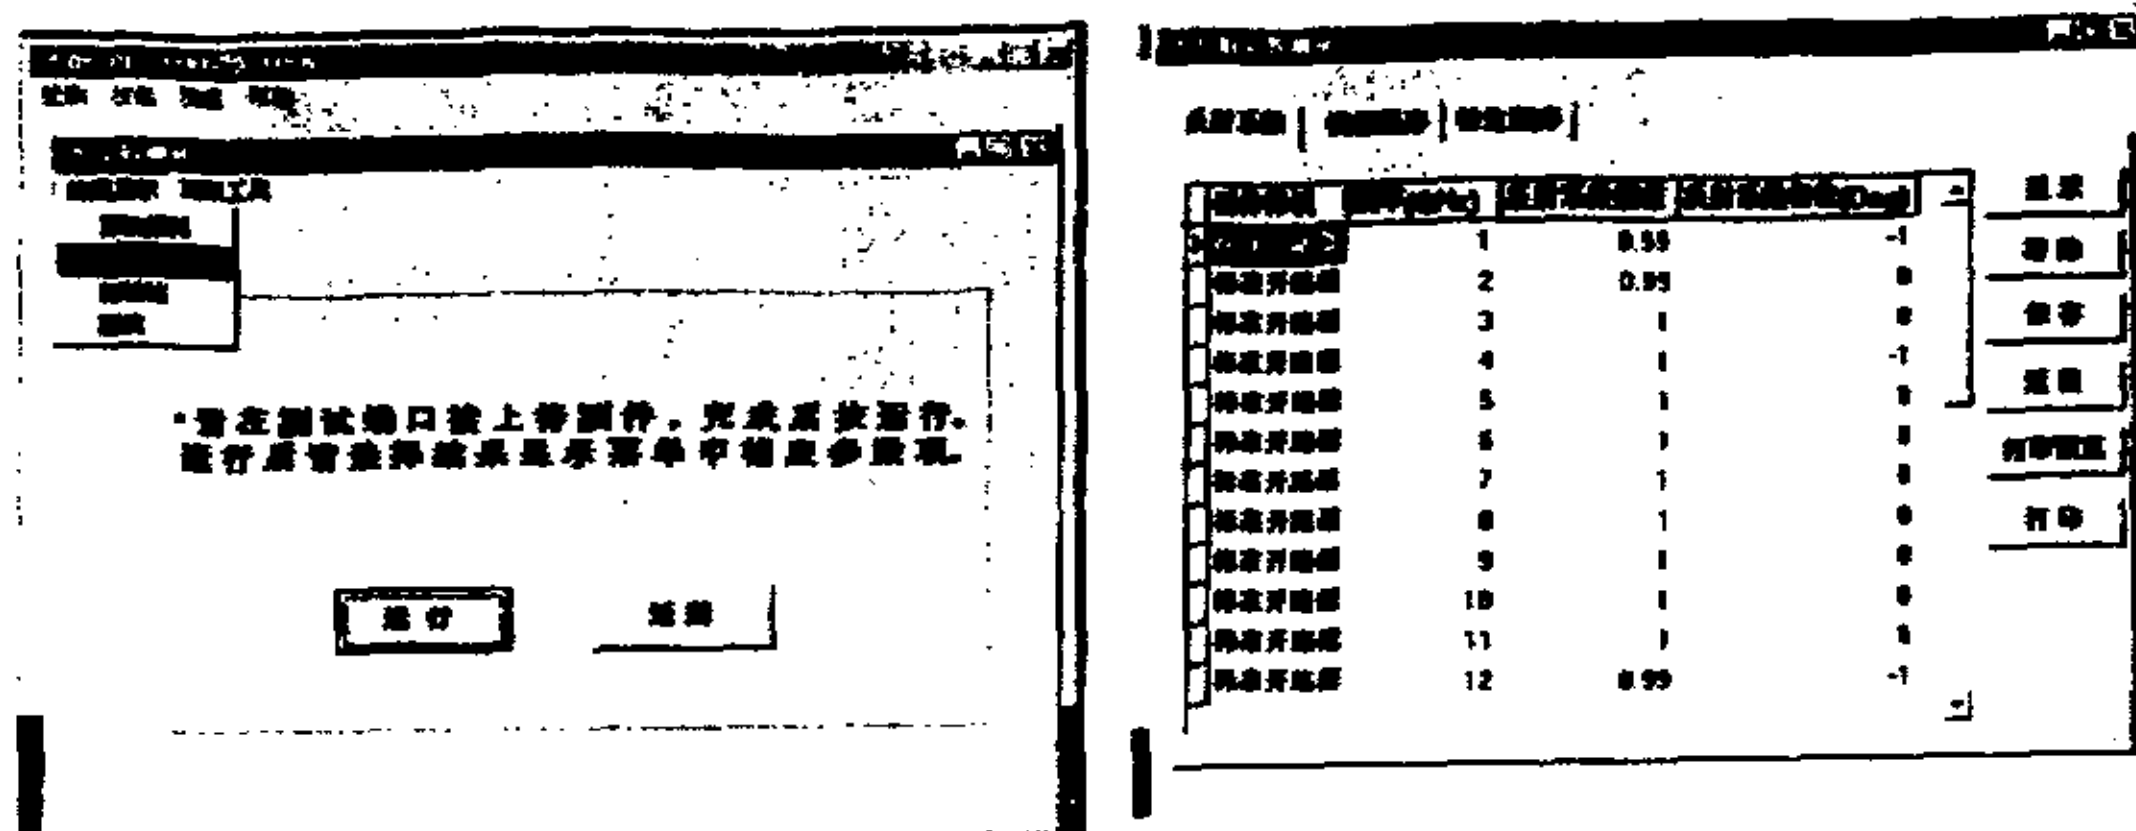

图 3 HP8408M 测试系统的菜单界面
(1) 本文的主要工作是以配置不高的 PC 机取代了原 HP8408S ANA 控制机 HP85，建立了升级版的网络分析仪自动测试系统 HP8408M，使其通用性大大增强。
(2) 建成后的 HP8408M，以 PC 机作为控制机，将自动测试系统建立在 Windows 平台上，提供菜单操作，具有界面友好、操作方便、数据显示直观多样化，且具有打印预览和打印功能的特点。如图 3 所示：